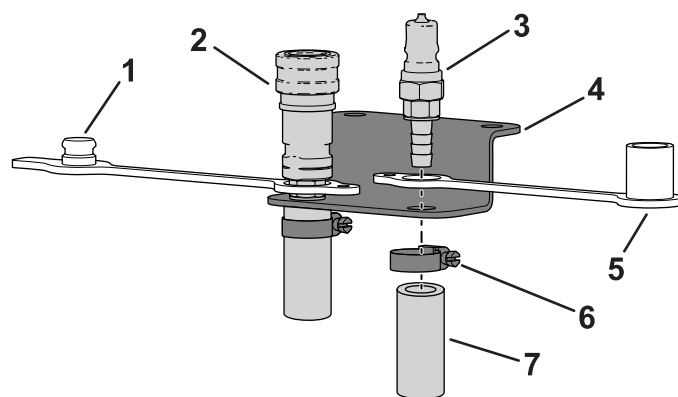

Figura 15
3. Coloque o bujão de resguardo em redor da extremidade estriada do conjunto do acoplador fêmea e insira-o no furo esquerdo no suporte de tubos (Figura 15).
4. Coloque a tampa antipoeira em redor da extremidade estriada do conjunto do acoplador macho e insira-a no furo direito no suporte de tubos (Figura 15).
5. Deslize uma braçadeira de tubos por cima de cada tubo (Figura 15).
6. Insira o tubo de alimentação por cima da extremidade estriada do acoplador fêmea e utilize a braçadeira de cabos para o prender à montagem de tubos (Figura 15).
7. Insira o tubo de retorno na extremidade estriada do acoplador macho e utilize a braçadeira de cabos para o prender à montagem de tubos (Figura 15).